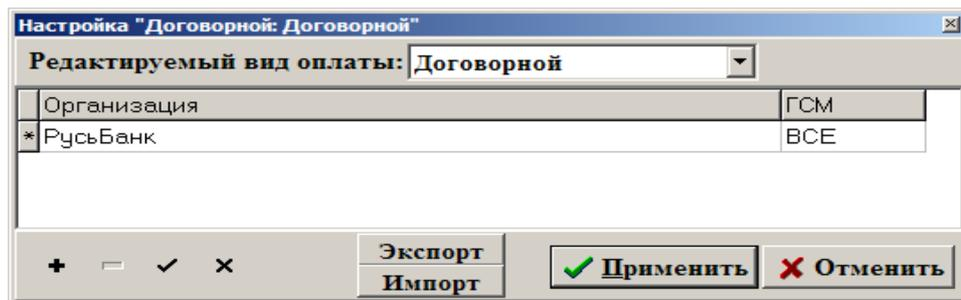

Рис. 34
Из меню «Настройка АЗС/Договорной:Договорной» можно открыть, просмотреть и изменить список договорных организаций (рис.34) для последующей отправки его из офиса на АЗС.
- 3.Создайте письмо-запрос (меню «Связь\Электронная почта»). В окне «E-Mail» меню «Почтовый ящик\Создать письмо-запрос» (рис.34).
- 4.Для отправки письма-запроса из офиса на АЗС щелкните кнопку  «Отправить почту» (рис.34).